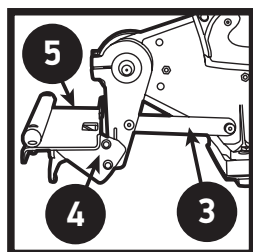

Figure 4
5. À l'aide d'une clé Allen de 3/16 po, retirer les deux vis du bloc de montage du bras de support de la table et fixer la table de support de lames de tondeuse. Fixer solidement en s'assurant de placer des rondelles sur la partie externe du support de la table de support de lames de tondeuse. (Figure 4)